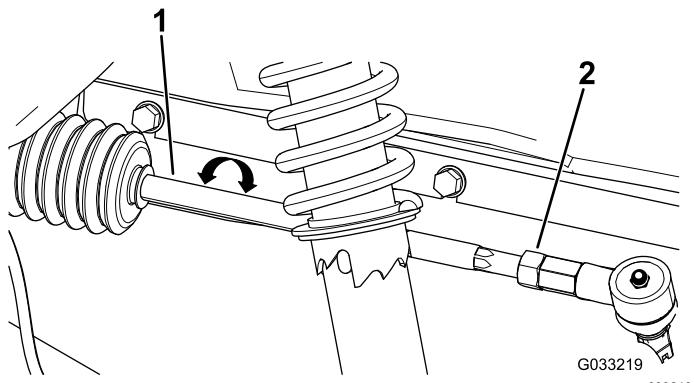

Figura 53
2. Si la medición no se encuentra entre 0 y + / - 3 mm, afloje las tuercas autoblocantes en el extremo exterior de las bielas (Figura 53).